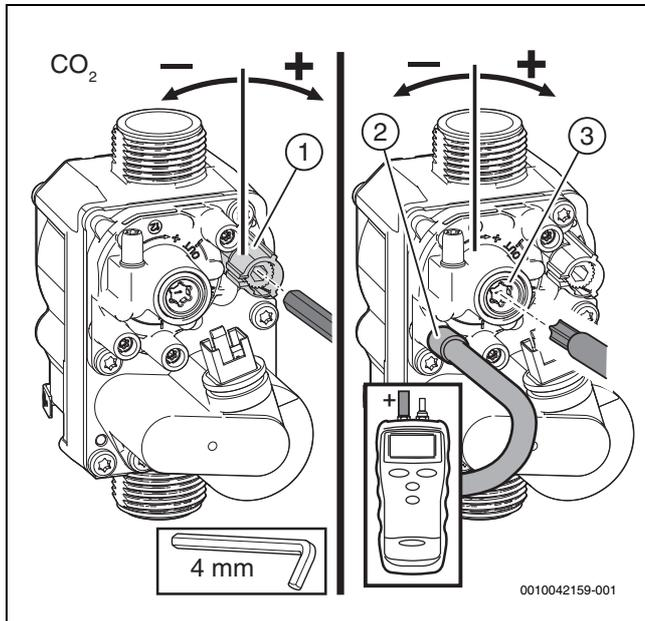

Bild 49 Einstellen der Gasarmatur
- ▶ Plombe an der Einstellschraube der Gasarmatur entfernen (nur Gasarmatur unten in Bild 49) und CO₂- oder O₂-Gehalt für minimale Nennwärmeleistung einstellen.